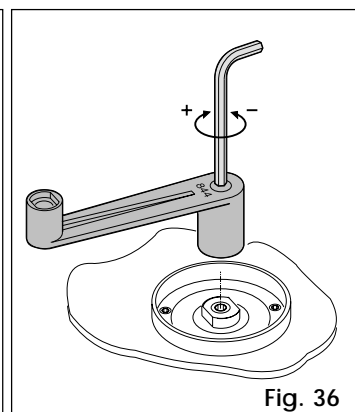

Fig. 36
- 3) Mantenere bloccato l'albero motore tramite la leva in dotazione e regolare la vite di regolazione della frizione come da Fig.36.